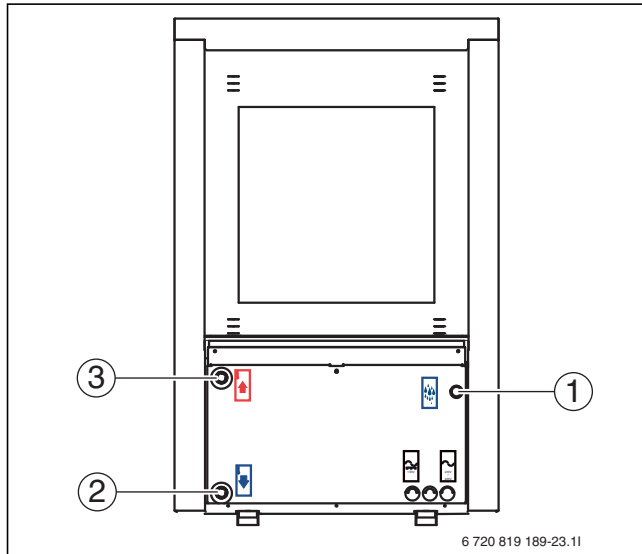

Bild 32 Wärmepumpenanschlüsse. Gültig für alle Größen.
3. Kondenswasserrohr der Wärmepumpe montieren (→Abb. 32).
- Rohr für Primärkreiseingang von Inneneinheit anschließen (→ [2], Abb. 32).
- Rohr für Primärkreisausgang zur Inneneinheit anschließen (→ [3], Abb. 32).